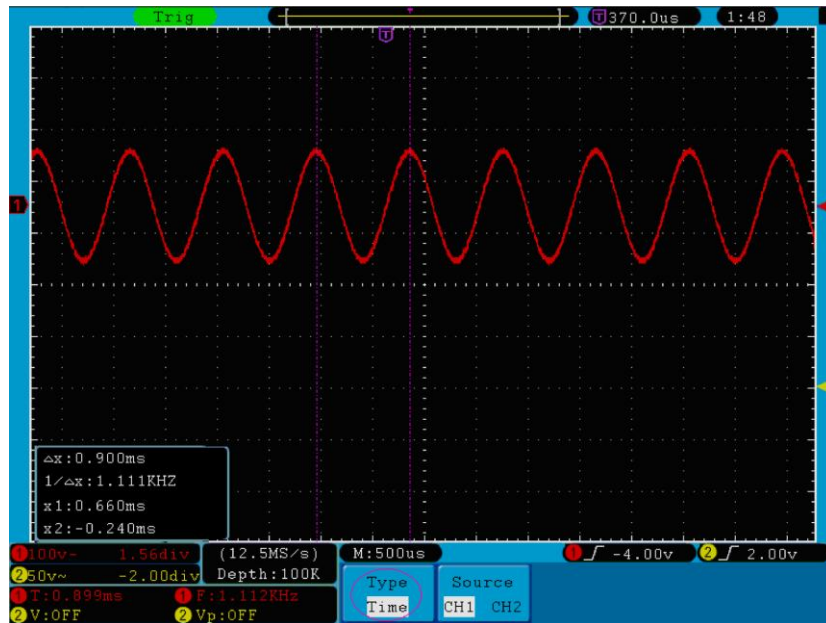

**Abb. 71** Wellenform bei der Spannungsmessung mit dem Cursor
4. Verändern Sie die Positionen von **CURSORM1** und **CURSORM2** entsprechend der zu messenden Wellenform; es wird dann der absolute Wert der Spannungsdifferenz zwischen Cursor 1 und Cursor 2 im Fenster angezeigt. Die aktuelle Position von Cursor 1 wird unter Cursor1, die von Cursor 2 unter Cursor2 angezeigt (siehe **Abb. 71**).